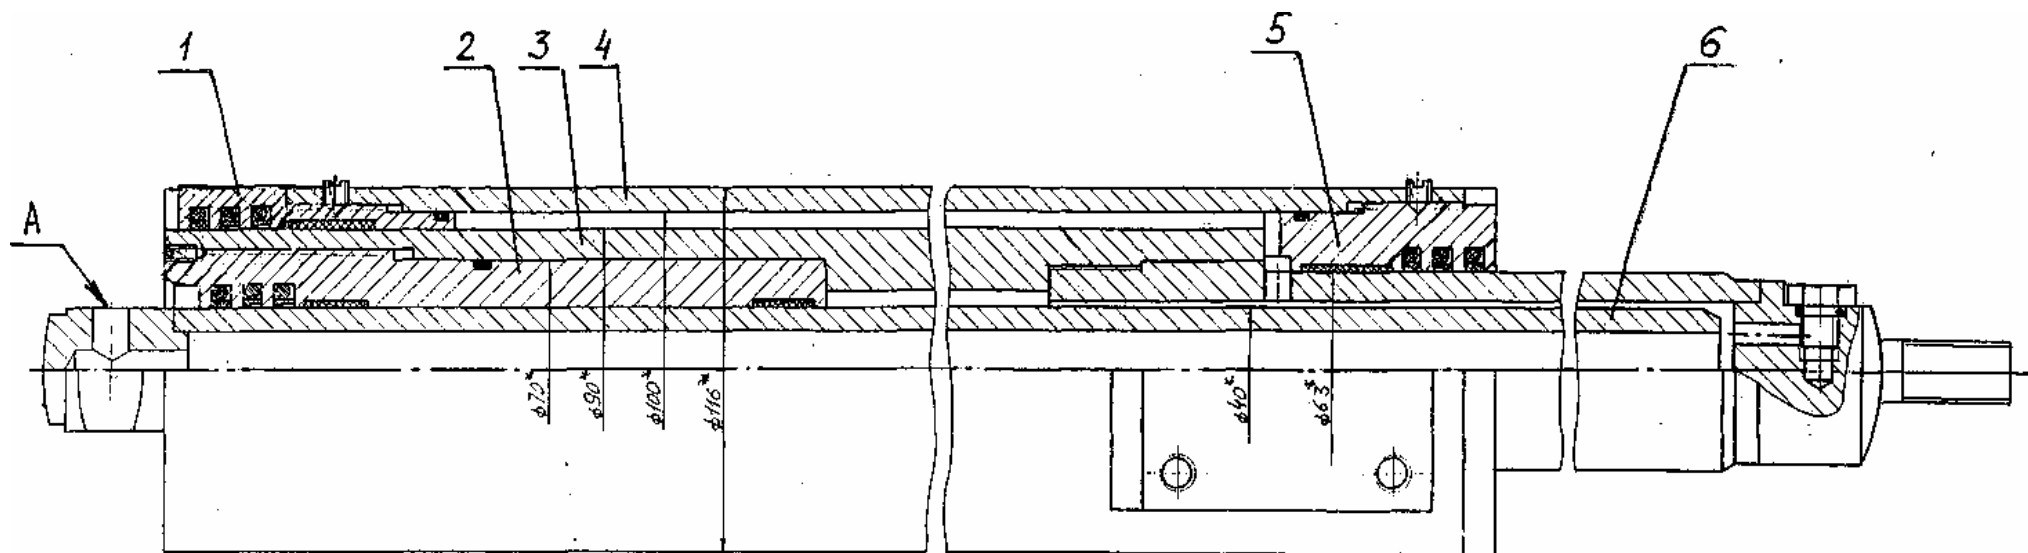

Рис. 32 Гидроцилиндр подъема
8.2. Гидроцилиндр подъема (рис. 32)